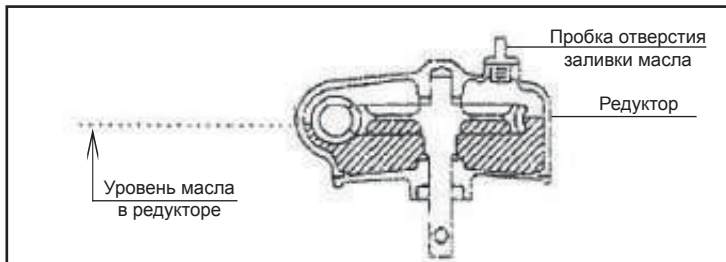

Рис.5
2. ДОБАВЛЕНИЕ МАСЛА (Рис.5)
- Масло не должно выливаться за пределы отверстия заливки масла. Чтобы проверить уровень масла, поставьте мотобур в вертикальное положение на шнек. Масло в редукторе должно быть на уровне, указанном на рис.5.